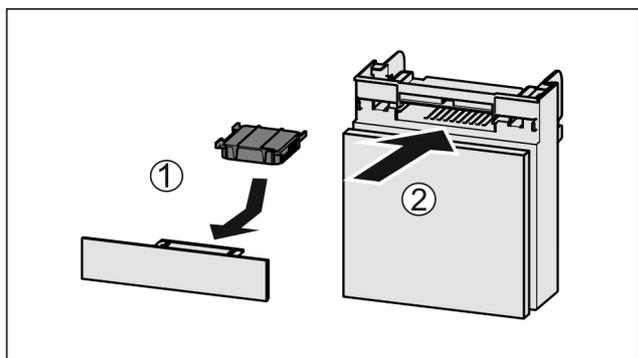

Fig. 153
- ▶ Introduzca el compartimiento Fig. 153 (2).